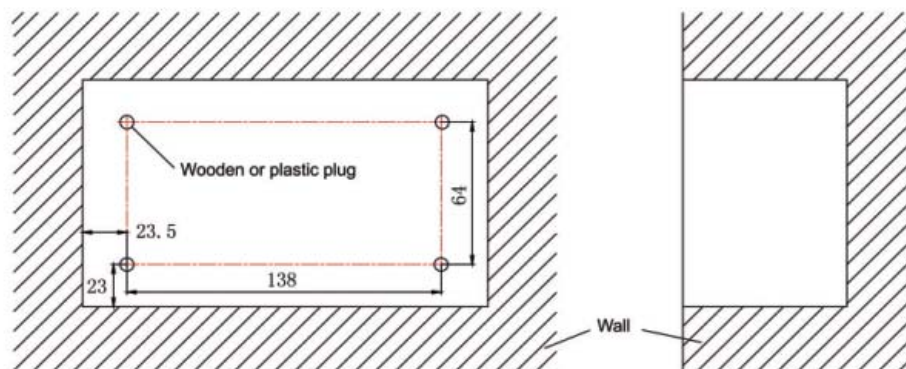

Fig. 3.9 Schema per fori di fissaggio a muro
- Se il controller centralizzato è installato su una parete, praticare un foro di 180mmx107mmx62mm e applicare 4 attacchi adeguati, in base alla fig. 3.9.